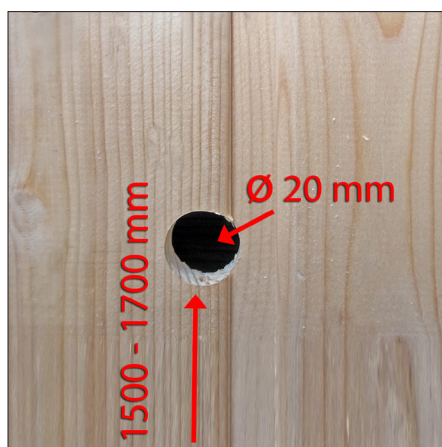

Fig. 1
- I. Percez un trou d'un diamètre de 20 mm au niveau de la goulotte de câbles, à une hauteur d'environ 1 500 – 1 700 mm (Fig. 1).